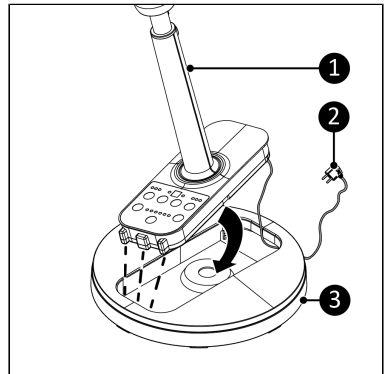

Abbildung 37.
2. Platzieren Sie das Stromkabel (Abbildung 37, Pos. 2) durch die Öffnung des Fußes (Abbildung 37, Pos. 3).
3. Drücken Sie den Ventilator (Abbildung 37, Pos. 1) in die Öffnung des Fußes, bis dieser einrastet.